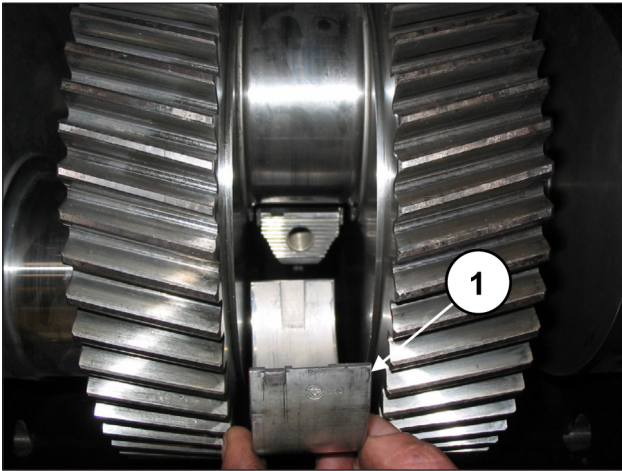

Fig. 80
Insérer les demi-coussinets supérieurs entre les bielles et le vilebrequin (rep. ①, Fig. 80).